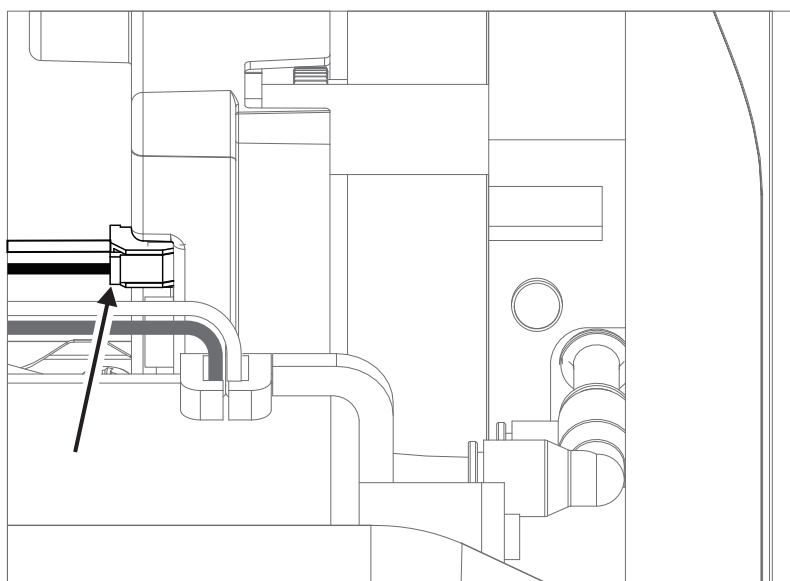

Рис. 7-20: Отсоединение кабеля питания
- Чтобы отсоединить красно-черный кабель питания, откройте фиксатор разъема, нажав на рычаг на разъеме в направлении верхней части корпуса извещателя (Рис. 7-20). Два других кабеля не имеют фиксаторов.